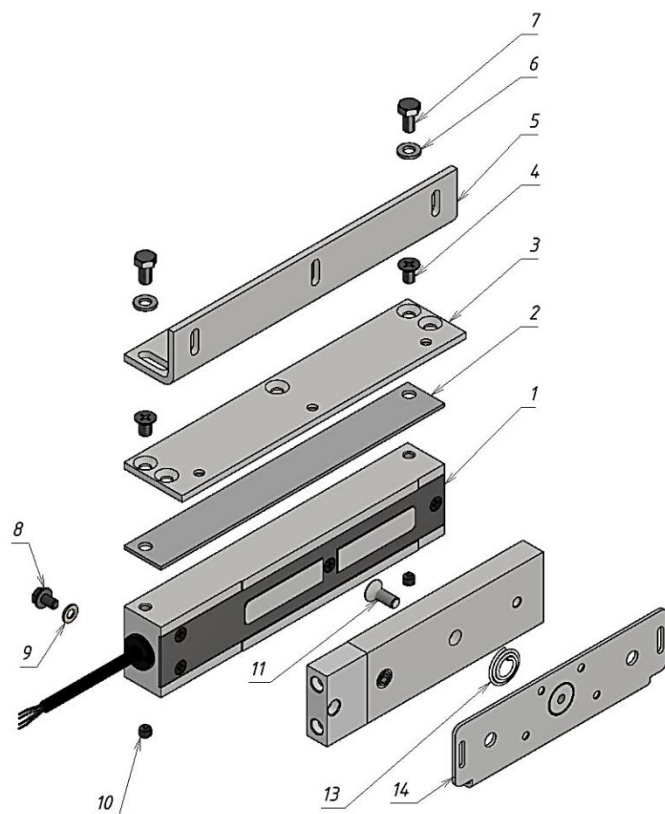
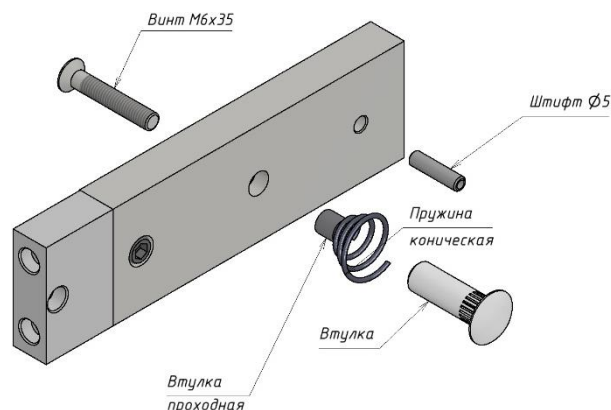

Рисунок 1 – Комплект поставки
Рисунок 2 - Комплект крепления якоря
4.1 В комплект поставки замка входят (рисунок 1):
- корпус (1).....1 шт.
- планка (2).....1 шт.
- пластина монтажная (3).....1 шт.
- винт M6x10 потайн. (4).....2 шт.
- угольник (5).....1 шт.
- шайба 6 (6).....2 шт.
- болт M6x12 (7).....2 шт.
- винт заземления M5x8 (8).....1 шт.
- шайба 5 (латунь) (9).....2 шт.
- винт-заглушка M6x6 (10).....2 шт.
- винт M6x16 (потайн.) под ключ S4 (11).....1 шт.
- якорь (12).....1 шт.
- пружина коническая (13) (из комплекта крепления якоря)1 шт.
- пластина крепления якоря (14).....1 шт.
- комплект крепления якоря (рисунок 2).....1 шт.
Замок состоит из корпусной части и якорной части (рисунок 1). Для обеспечения эксплуатационных характеристик рабочие поверхности корпуса и якоря должны быть совмещены и плотно прилегать друг к другу при закрывании двери.
Корпус замка может крепиться при помощи угольника (5) или через монтажную пластину (3) (рисунок 1). Если позволяет конструкция места монтажа, допускается крепление непосредственно через крепежные отверстия в корпусе замка (резьба M6), длина винтов в этом случае определяется по месту, при этом в тело корпуса винты должны входить не более чем на 8мм.
- с помощью комплекта крепления якоря с отверстиями в двери для винта крепления якоря и фиксирующего штифта (рисунок 2);
- без отверстий в двери, с помощью монтажной пластины крепления якоря (12) (рисунок 1).